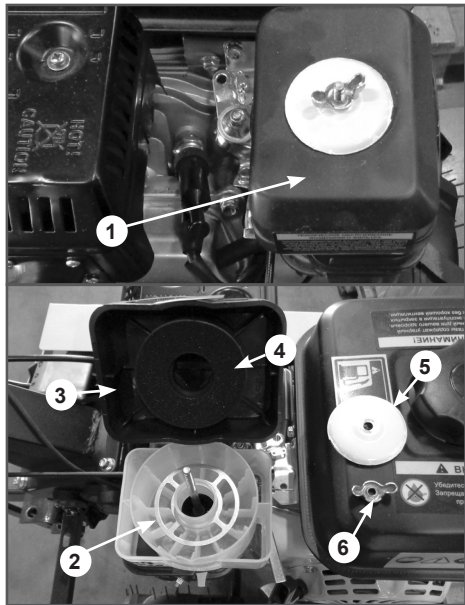

Рис. 18 Устройство воздушного фильтра
1. Открутите барашковую гайку 6, снимите шайбу 5 и крышку воздушного фильтра 3 (Рис. 18).
2. Снимите опору воздушного фильтра 2 и слейте из нее отработанное масло (Рис. 18). Произведите очистку опоры воздушного фильтра.
3. Извлеките из крышки воздушного фильтра поролоновый фильтрующий элемент 4 и проверьте его целостность и чистоту (Рис. 18). При обнаружении поврежденного поролонового фильтрующего элемента необходимо заменить.